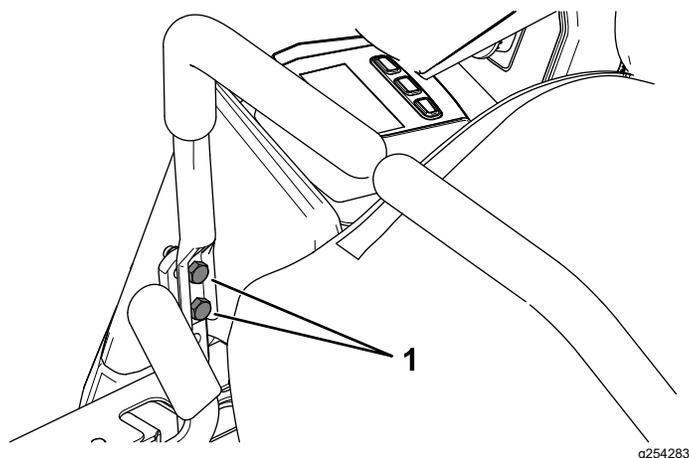

Рисунок 52
10. Если требуется выравнивание, ослабьте 2 крепежных болта рычага управления движением на стороне, где нарушено выравнивание (Рисунок 52).
12. Затяните 2 крепежных болта рычага управления движением (Рисунок 52).